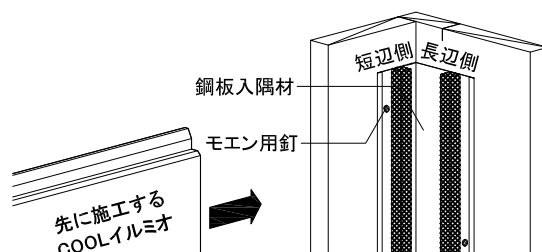

図1 鋼板入隅材の施工
- 鋼板入隅材をモエン用釘（ステンレスリング釘 $\phi 2.3 \times 38\text{mm}$ ）または専用ビス（ $\phi 4.1 \times 35\text{mm}$ ）で止水材の外側に1m以下の間隔で留め付ける。（図1参照）